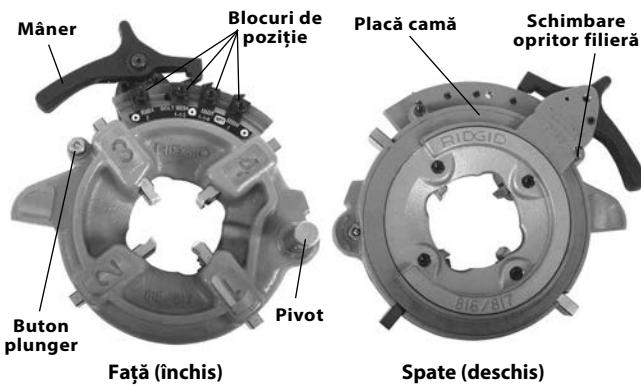

Figura 13 – Cap-filieră semiautomat
2. Apăsați maneta astfel încât placă-camă să se așeze pe opritorul de schimbare a filierei (Figura 13). Ansamblul placă-camă manetă este tensionat de arc și se mișcă când este apăsat.